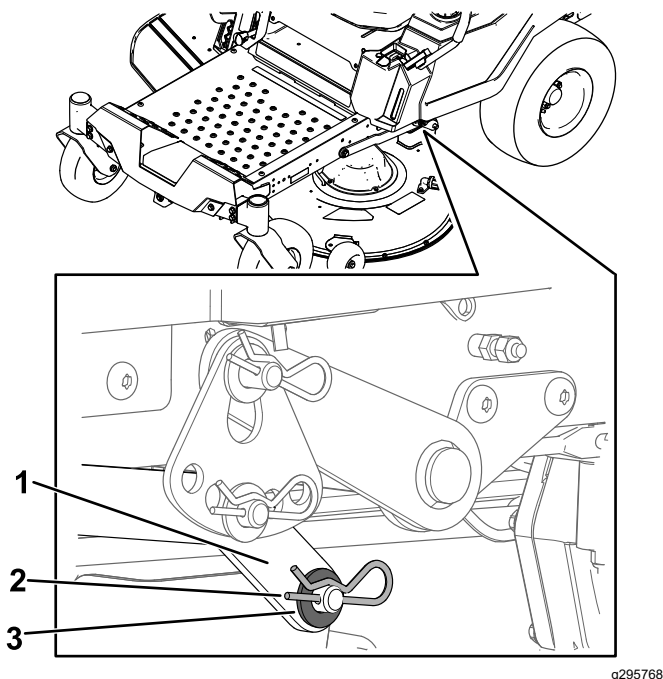

Figura 74
7. Num lado da máquina, remova a anilha e o perno de gancho do pino da plataforma (Figura 74).
8. Remova o braço de elevação do pino da plataforma (Figura 74).
5. Num lado da máquina, eleve a traseira da plataforma do cortador e eleve o braço de elevação para o pino da plataforma (Figura 74).
6. Instale o braço de elevação utilizando a anilha e o perno de gancho (Figura 74).